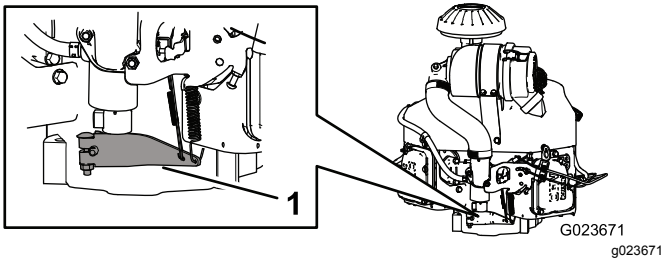

図 66
3. ガバナのアームのスプリング側のタンブを押し下げる 図 66。